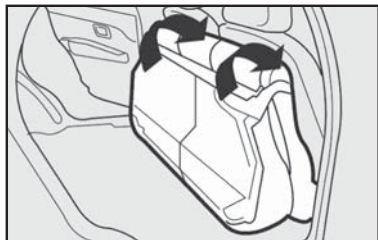

fig. 100
O banco traseiro bipartido em algumas versões **fig. 100** permite ampliar apenas parte do porta-malas, tendo a opção de rebater o banco individual ou duplo.
1) Rebater para trás o banco traseiro completo utilizando os puxadores **fig. 100**.